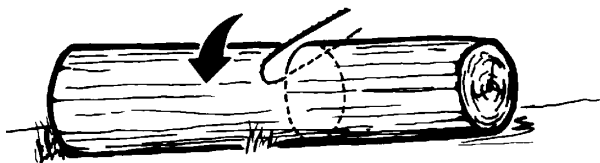

Fig. 13
1. Tronco apoyado a lo largo de toda la longitud: Corte desde arriba (leñar por arriba), siendo cuidadoso para evitar cortar dentro del suelo (Fig. 13).